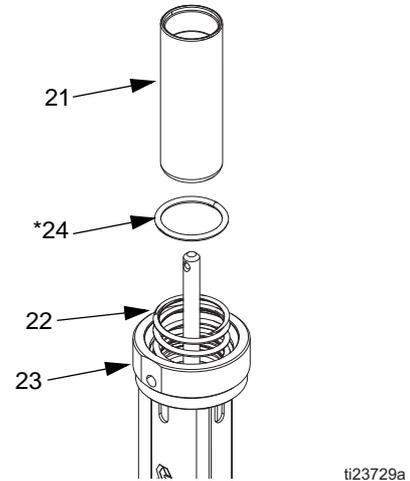

FIG. 15
6. Extraiga el pistón neumático (21) de la parte superior de la base del motor neumático (23). Retire la junta tórica (24\*) de la base del motor neumático. Inspeccione todas las piezas, incluido el muelle (22) de la base del motor neumático en busca de daños. Consulte FIG. 15.